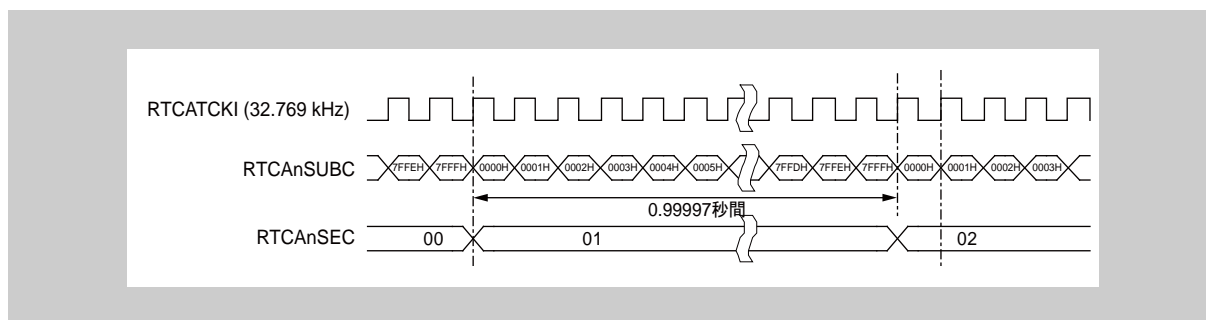

図 19-3 RTCATCKI = 32.769 kHz, クロック誤差補正無効
**RTCATCKI = 32.769 kHz** 図 19-3 「RTCATCKI = 32.769 kHz, クロック誤差補正無効」に、RTCATCKI が公称クロック速度 32.768 kHz から逸脱している場合のタイミング図を示します。この例では、RTCATCKI は 32.769 kHz の発振回路と接続しています。クロック誤差補正は許可されていません。